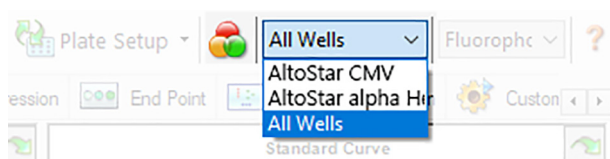

Figura 4: Botão Well Group (Grupo de Poços) e menu pendente Well Group (Grupo de Poços)
Na janela Data Analysis (Análise de Dados), certifique-se de que seleciona o **Well Group** (Grupo de Poços) do kit AltoStar® CMV PCR Kit 1.5. Deste modo, clique no menu pendente **Well Group** (Grupo de Poços) junto do botão **Well Group** (Grupo de Poços) (consulte a figura 4) da barra de ferramentas. Não utilize o **Well Group** (Grupo de Poços) «All Wells» (Todos os Poços). A seleção na figura 4 é utilizada como uma vista geral de exemplo.
1. Na janela Data Analysis (Análise de Dados), certifique-se de que seleciona o **Well Group** (Grupo de Poços) do kit AltoStar® CMV PCR Kit 1.5. Deste modo, clique no menu pendente **Well Group** (Grupo de Poços) junto do botão **Well Group** (Grupo de Poços) (consulte a figura 4) da barra de ferramentas.